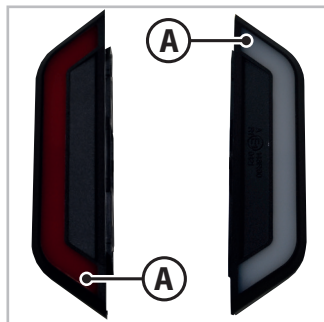

Fig. 7.4 - Sidemarkeringslygter
2. Tag den hvid-røde skærm (A - Fig.7.4) af ved at fjerne fæsteskrue.
5. Montér den hvid-røde skærm (A - Fig.7.4) igen ved hjælp af de tidligere fjernede fæsteskrue.